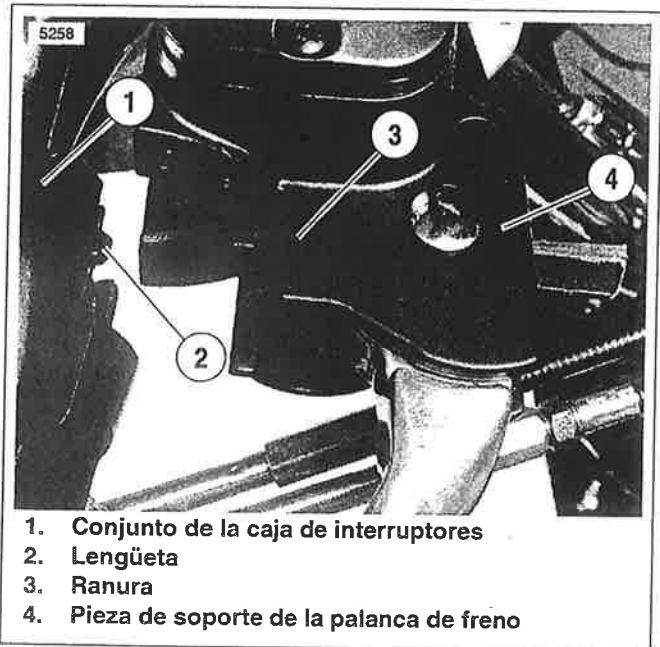

Figura 7-50. Ajuste de la palanca/bomba de frenos en las cajas de interruptores del manillar derecho
9. Vea la Figura 7-50. Coloque el conjunto de la palanca del freno y bomba de frenos en el lado de adentro del montaje de la caja de interruptores, acoplando la lengüeta (2) de la caja inferior de interruptores con la ranura (3) en la parte superior de la pieza de soporte de la palanca de freno.